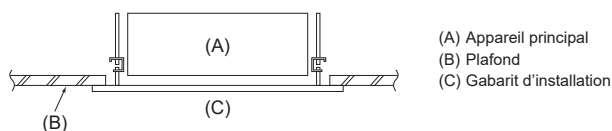

Fig. 3-7
3.7. Vérification de la position de l'appareil principal et serrage des boulons de suspension (Fig. 3-7)